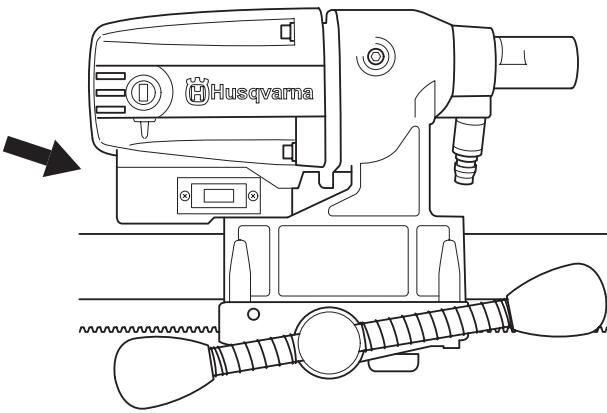
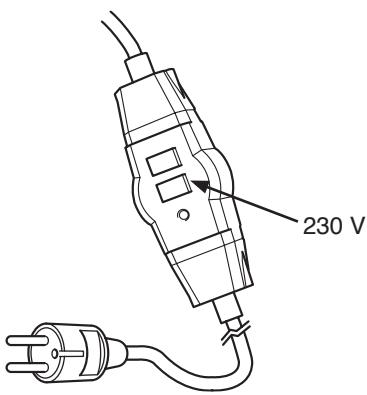

Fig. 6
Fig. 7
- (PT)**
- A ligação é feita a uma tomada com ligação à terra (Fig. 7), onde a tensão nominal coincide com a indicada na chapa que se encontra na face lateral da máquina (Fig. 6).
- (GB)**
- The connection is made using a protected, earthed outlet (Fig 7) with an output voltage that agrees with the voltage that is stated on the plate on the side of the machine (Fig. 6).